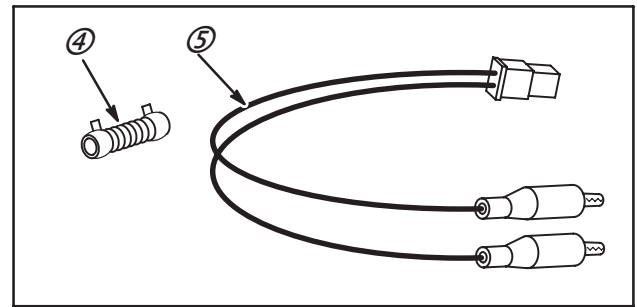

Fig. 30
Le fil NOIR du régulateur-redresseur fournit 5 A (-) C.C. et est uniquement utilisé pour l'éclairage. Si les phares ne fonctionnent pas, vérifier d'abord les ampoules, les branchements et/ou l'interrupteur. Le contrôle du circuit d'éclairage nécessite une résistance 1 Ohm 20 Watts (4), disponible chez un électricien et des cordons de contrôle (5), fabriqué à partir de la Réf. : 393362) indiqués à la Fig. 30.